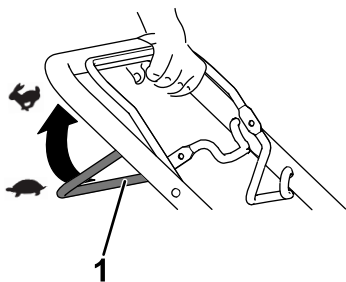

Figura 11
- Pentru a cupla propulsia automată, trageți bara pentru propulsia automată către mâner și înclinați-o spre mâner (Figura 11).